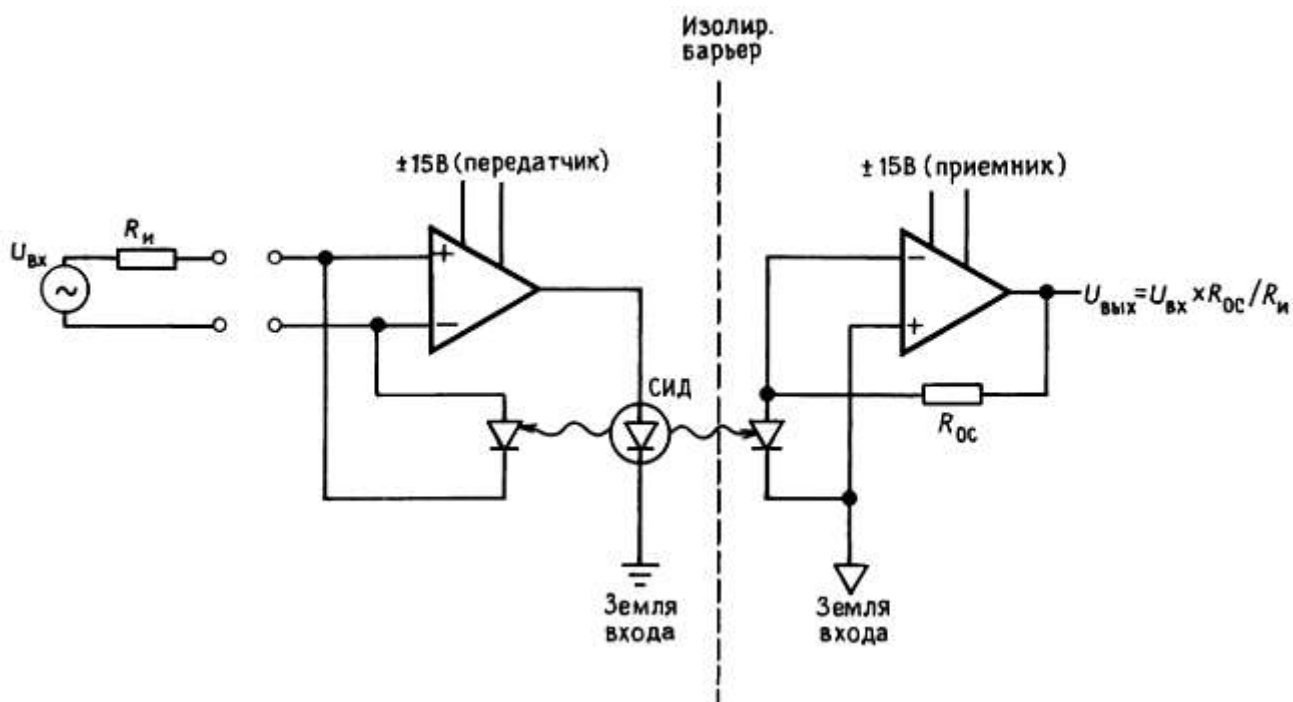

Рис. 7.77. Аналоговый изолирующий усилитель с оптической связью.
2. Оптоэлектронная передача сигнала через светодиод на передающем конце и фотодиод на стороне приемника. Типичным примером использования этого метода служит ISO100 фирмы Burr-Brown. Здесь не требуется высокочастотной несущей, поскольку сигналы, будь они даже постоянного тока, можно передавать оптически. Для того чтобы добиться хорошей линейности, Burr-Brown использовала изящный ход: свет от светодиода падает также на второй (согласованный с первым) фотодиод, включенный на передающем конце по схеме обратной связи, так что нелинейности свето- и фотодиода взаимно уничтожаются; см. рис. 7.77. ISO100 требует источников питания на обоих концах, изолирует до 750 В и имеет полосу 60 кГц.